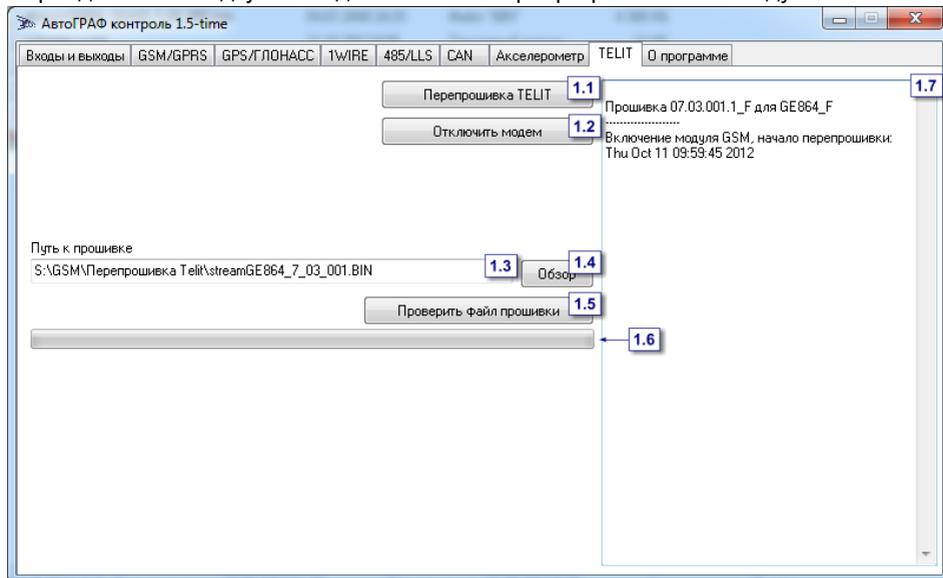

Рис.15. Замена микропрограммы GSM модуля.
- Укажите путь к файлу микропрограммы. Нажмите кнопку **Обзор** (рис.15,п.1.4) и выберите нужный файл или укажите путь к файлу в адресной строке (рис.15,п.1.3).
- Запустите тестирование микропрограммы, прежде чем загрузить ее в модем. Для этого нажмите кнопку **Проверить файл прошивки** (рис.15,п.1.5). Программа АвтоГРАФ-Контроль выполнит проверку микропрограммы. В окне состояния (рис.15,п.1.7) появится информация о версии выбранной микропрограммы и его назначении.
- Для того чтобы записать микропрограмму в GSM модуль терминала нажмите кнопку **Перепрошивка TELIT** (рис.15,п.1.1). Во время загрузки микропрограммы в модем светодиод GSM горит постоянно. Ход выполнения замены микропрограммы отображается в строке состояния (рис.15,п.1.6).
- После завершения записи микропрограммы в модуль нажмите кнопку **Отключить модем** (рис.15,п.1.2).